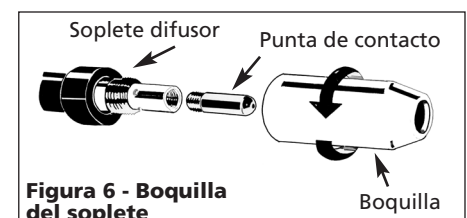

Figura 6 - Boquilla del soplete
7. Retire la boquilla girando en contrario el sentido de las agujas del reloj. Luego desenrosque la punta de contacto del extremo del soplete soldador (Ver Figura 6). Enchufe la soldadora en un receptáculo de suministro de energía correcto.
9. Deslice cuidadosamente la punta de contacto sobre el cable, y enrosque la punta en el extremo del soplete. Instale la boquilla girando en el sentido de las agujas del reloj mientras la empuja hacia el soplete (Ver Figura 6). Corte el cable aproximadamente 1/4 de pulgada del extremo de la boquilla.